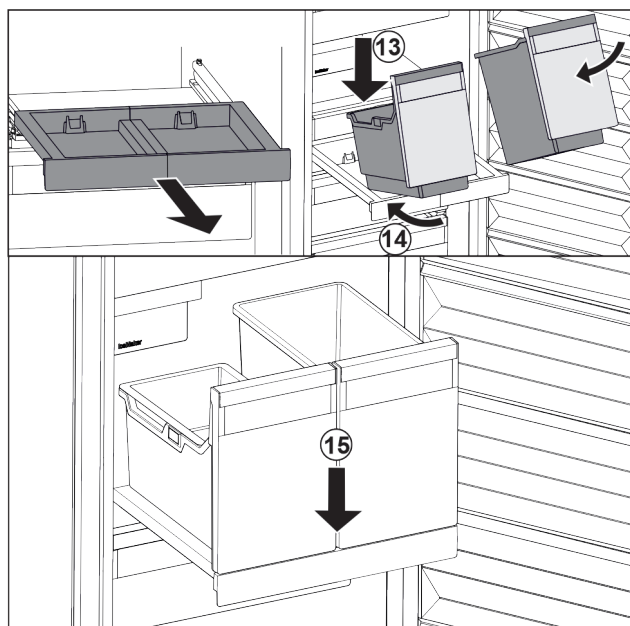

Fig. 124
- ▶ Stavite spremnik ukoso na izvlačnu ploču. Fig. 124 (13)
- ▶ Gurnite spremnik ukoso prema natrag. Fig. 124 (14)
- ▶ Spustite spremnik naprijed. Fig. 124 (15)